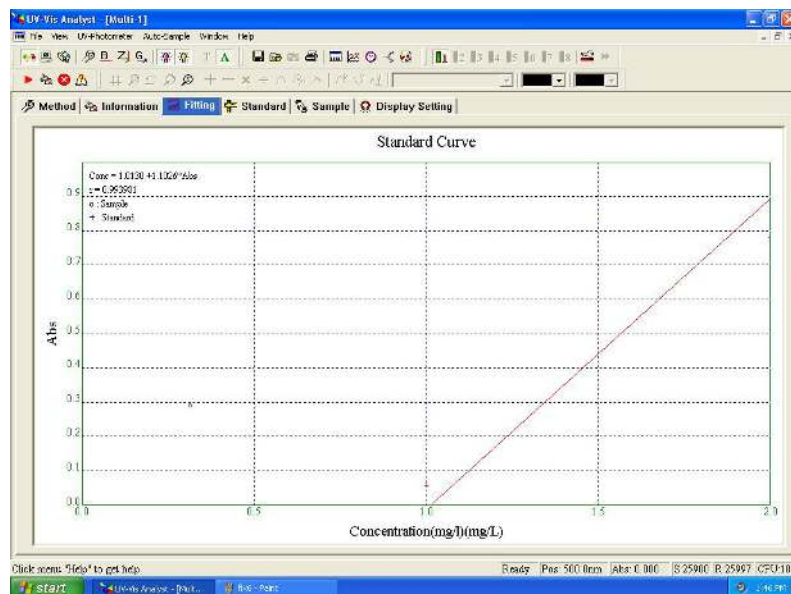
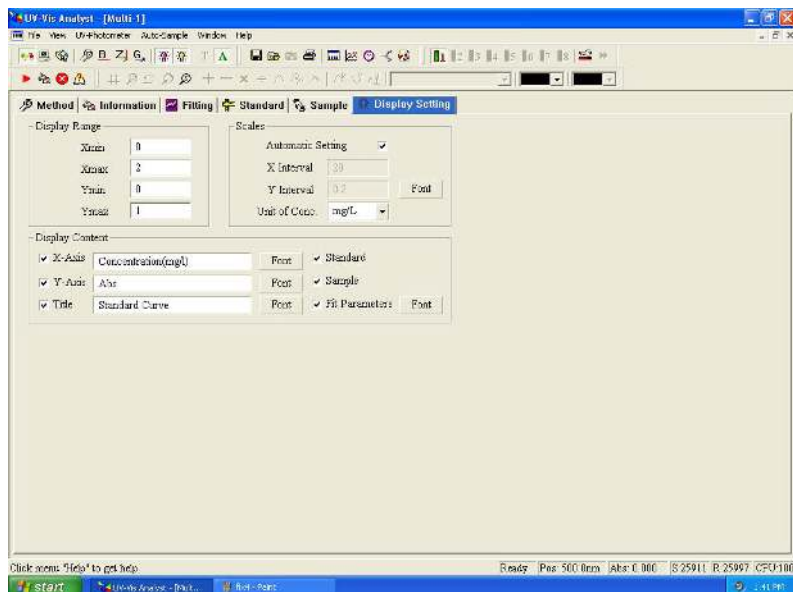

図. 4-5
図. 4-6
- (1) Use Standard Samples チェックボックスのチェックをはずします。
- (2) Curve Fit ボックスの down 矢印で curve fit 方法を選択します。
- (3) 直線回帰曲線の Factor を入力します。
7. Fitting タブをクリックすると直線回帰曲線が表示されます。(図. 4-5) Display Setting タブをクリックしてディスプレイパラメータと濃度単位を設定します。(図. 4-6)